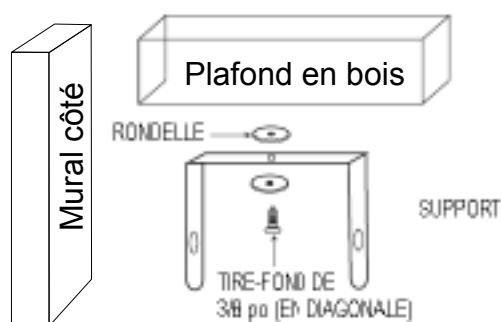

Figure 4a. Installation avec une vis
Consultez les figures 4a et 4b.
**REMARQUE:** Si vous prévoyez pivoter le radiateur vers la gauche ou la droite, il est recommandé d'ajouter des rondelles de chaque côté du support. Un tire-fond plus long peut être nécessaire pour fixer correctement le radiateur. Voir la figure 4a.
1. Si le radiateur a été fixé avec un seul tire-fond, comme illustré à la figure 4a, il est possible de le tourner horizontalement au besoin. Par contre, s'il a été installé avec deux tire-fonds, il ne peut être tourné de cette manière.
1. Pour tourner l'appareil quand il a été installé avec un seul tire-fond (comme indiqué à la figure 4a), tournez simplement le radiateur entier comme nécessaire. L'appareil ne peut être tourné horizontalement s'il a été installé avec deux tire-fonds.